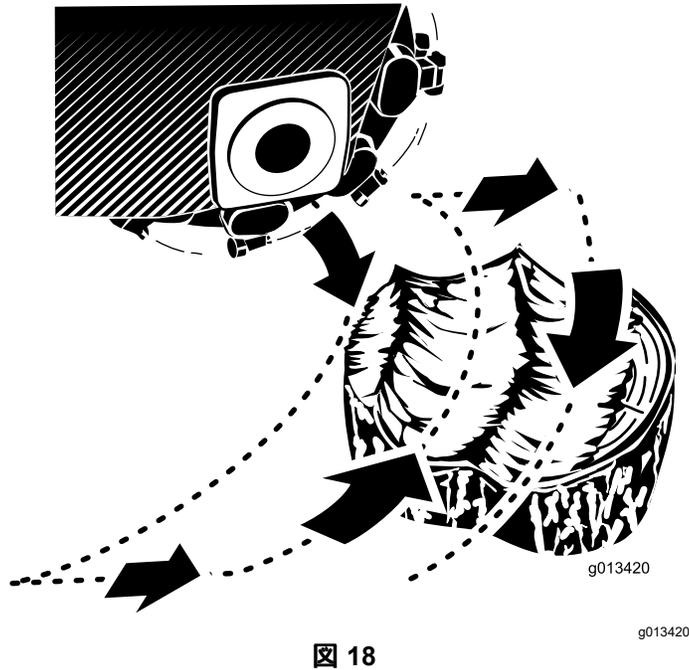

図 18
2. グラインダ制御レバーと走行コントロールを使って、グラインダを切り株の表面から 2.5 cm 程度低い高さに位置決めする 図 18。
4. グラインダ制御レバーを使って、グラインダで切り株の表面をゆっくりと掃くように移動させて切削を開始する 図 18。
5. マシンを数センチメートル前進させて、ステップ4を繰り返す 図 18。
6. 切り株の地上部が完全に無くなるまでステップ4-5を繰り返す 図 18。